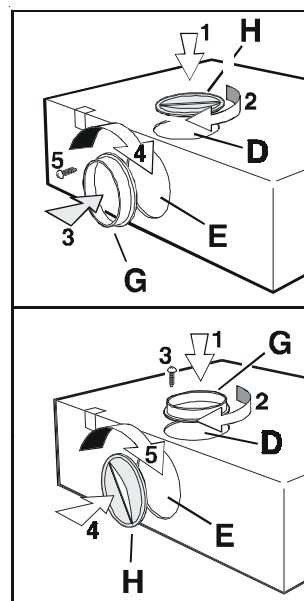

Рис. 2
Вытяжной вентилятор имеет 2 выпускных отверстия: D и E (рис. 2).
- Закройте выпускное отверстие D (рис. 2).